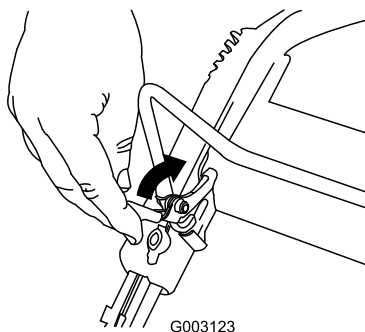

Bild 15
1. Ziehen Sie die Schaltbügel Sperre zurück (Bild 15).